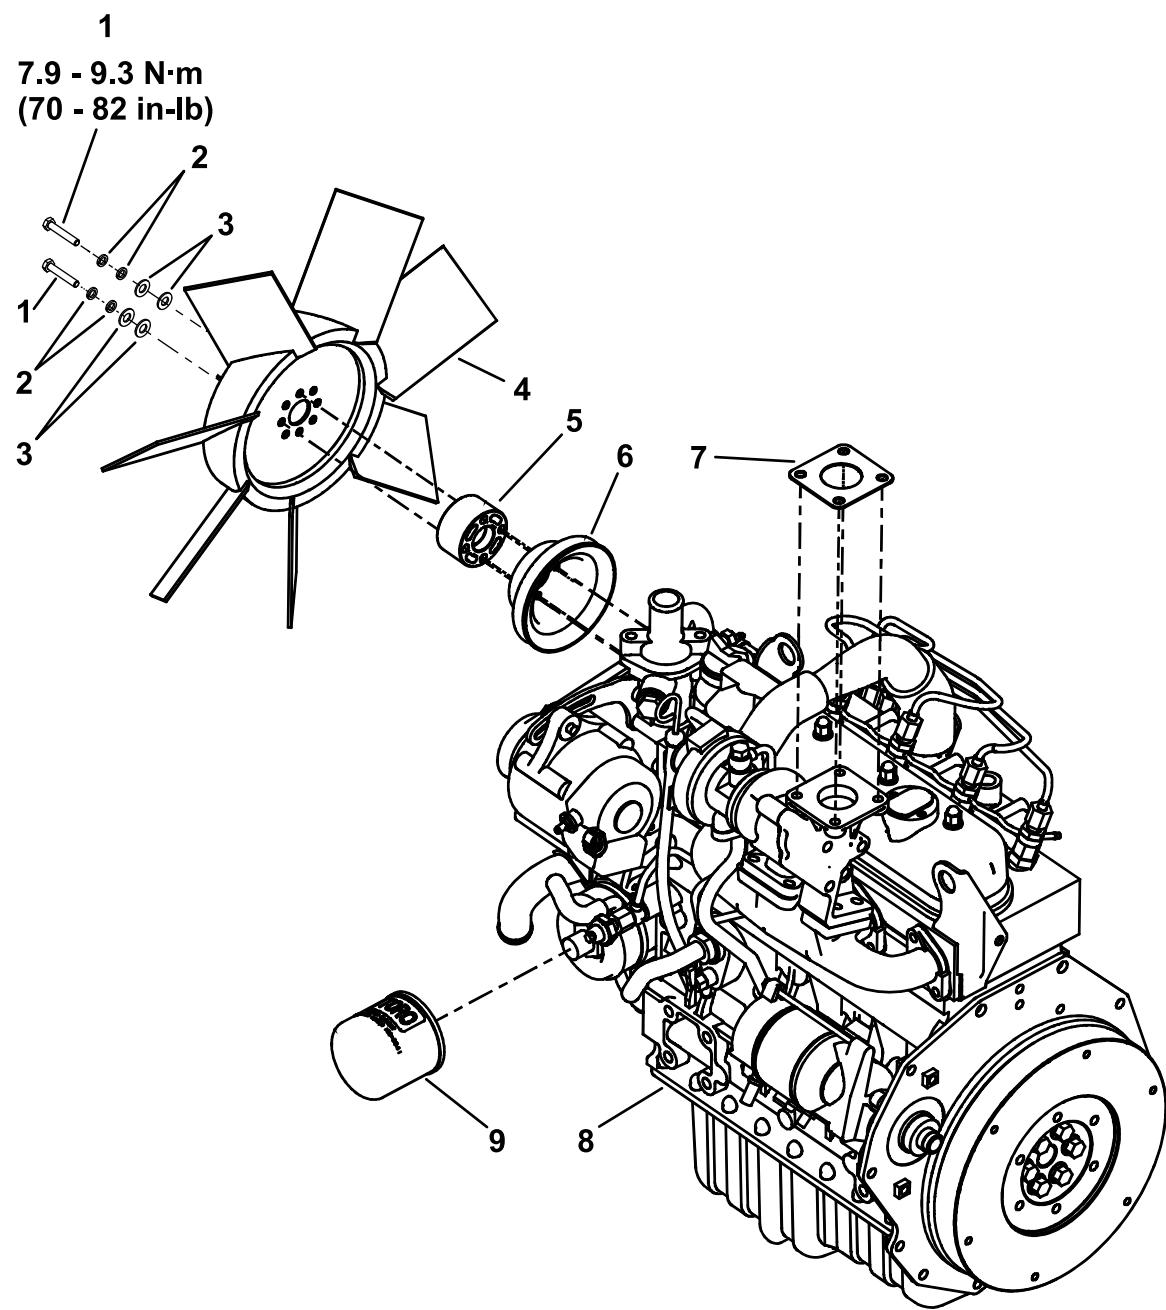

Figure 4
1. Commandez un filtre à huile et un joint d'échappement neufs (Figure 4). Voir les numéros de pièces corrects dans le *Manuel de pièces* Toro.
2. À part le filtre à huile et le joint d'échappement, déposez les pièces indiquées à la Figure 4 de l'ancien moteur, et posez-les sur le nouveau moteur, y compris le filtre à huile et le joint d'échappement neufs.